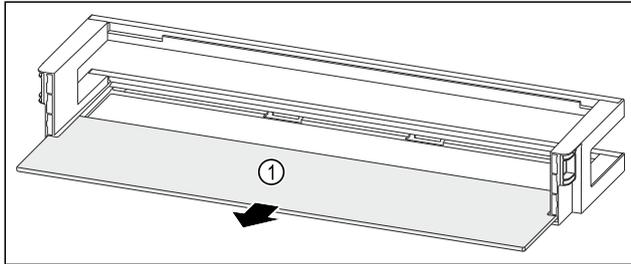

Fig. 80 Türabsteller mit Abstellfläche
- ▶ Abstellfläche Fig. 80 (1) entnehmen.